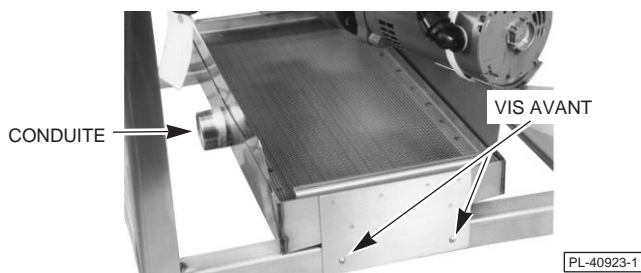

Fig. 5
Lorsque le lave-vaisselle est expédié depuis l'usine, le bac de vidange est monté de sorte que l'eau de vidange (Fig. 5) s'évacue par le côté gauche de la machine. Si la configuration de votre plomberie exige que l'eau de vidange s'évacue par le côté droit de la machine, faites tourner le bac de vidange et la crépine, comme suit :
1. Retirez les 2 vis et écrous à l'avant (Fig. 5) et les 2 vis et d'écrous à l'arrière du bac de vidange.